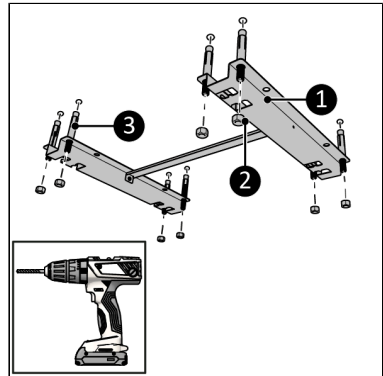

Abbildung 60.
4. Platzieren Sie die Halterung an der Decke und markieren Sie die acht Löcher (Abbildung 60).
6. Platzieren Sie die Ankerbolzen (Abbildung 60, Pos. 3).
7. Befestigen Sie die Halterung (Abbildung 60, Pos. 1) mit den acht Muttern (Abbildung 60, Pos. 2) an der Decke.